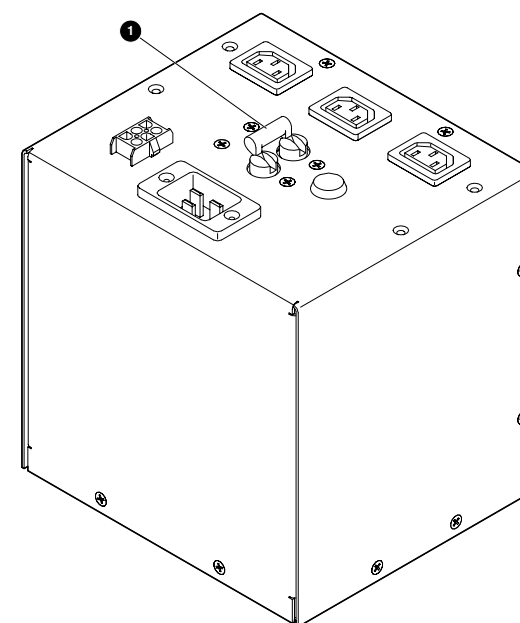

Figure 2 : Module d'alimentation secteur
- ① Interface graphique ② Interrupteur marche/arrêt
12. Au sommet des modules d'alimentation secteur, placez le commutateur CB-1 ① en position Off (voir figure 2).
2. Placez le commutateur CB-1 situé au sommet du module d'alimentation secteur en position On (voir figure 2).